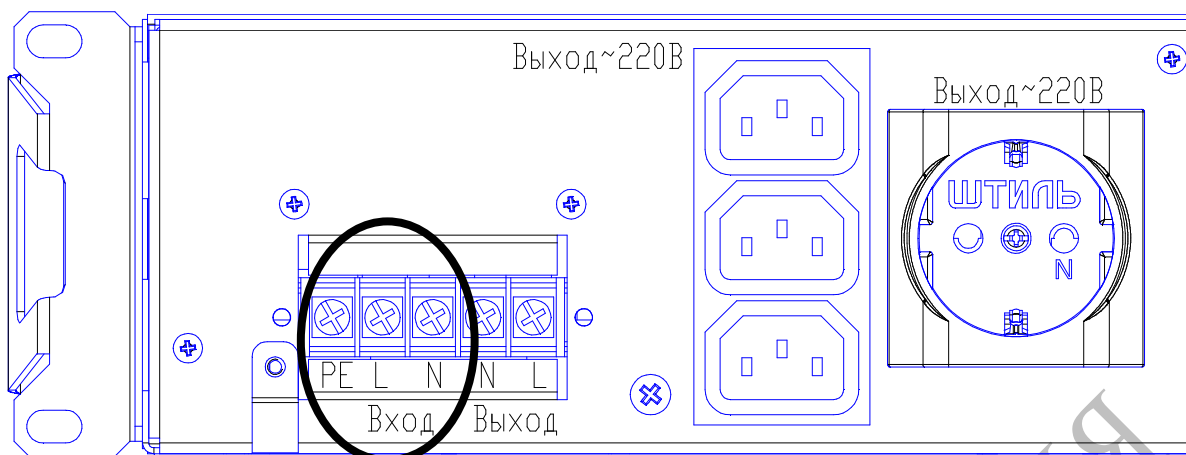

Рисунок 3.2 – Стабилизатор ИнСтаб.
9.2) К клеммной колодке «Выход N-L» (см. рисунок 3.2).